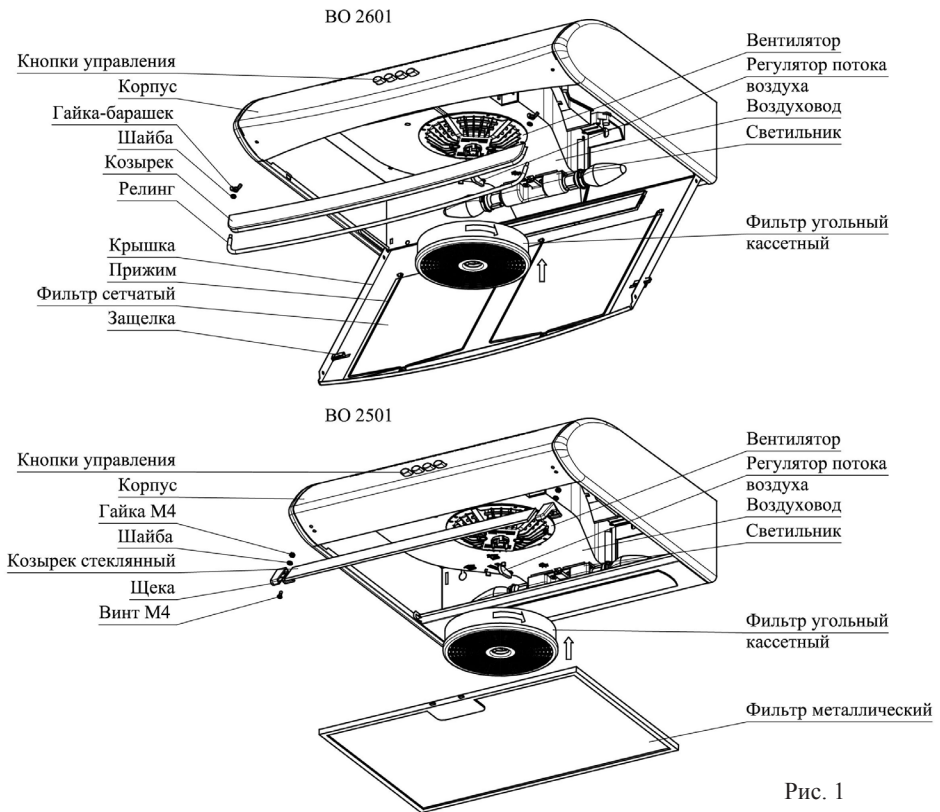
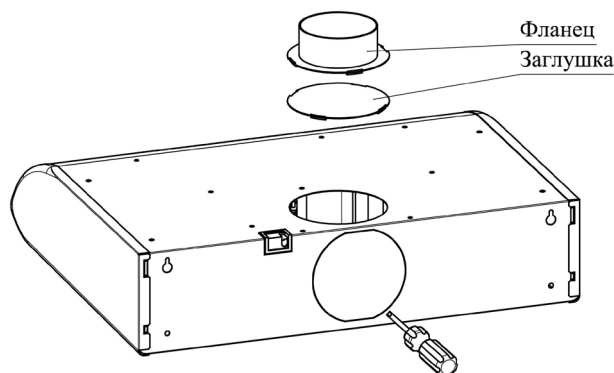

Рис. 1
Рис. 2
Внутри корпуса воздухоочистителя (рис. 1) располагаются вентилятор, светильник воздуховод с регулятором потока воздуха. На вентилятор установлен фильтр угольный кассетный. На передней части корпуса расположены кнопки управления работой воздухоочистителем.
В верхней и задней стенках корпуса воздухоочистителя имеются отверстия (рис.2), предназначенные для отвода воздуха наружу при помощи трубы, которая присоединяется к воздухоочистителю через фланец. Отверстие на задней стенке по контуру обозначено вырубленным элементом, который перед установкой фланца необходимо удалить при помощи отвертки или другого инструмента.
- 6.8 **ДЛЯ РАБОТЫ В РЕЦИРКУЛЯЦИОННОМ РЕЖИМЕ** совместите флажок регулятора потока воздуха (см. рис. 1) с рисунком "⬆" на воздуховоде воздухоочистителя. При данном режиме работы отверстие на верхней поверхности воздухоочистителя должно быть закрыто заглушкой (рис. 2).
Для установки фильтра угольного кассетного, оденьте его на фиксирующие элементы в центре вентилятора и поверните по часовой стрелке до упора (рис. 1). Демонтаж производится в обратном порядке.
ДЛЯ РАБОТЫ В ВЫТЯЖНОМ РЕЖИМЕ совместите флажок регулятора потока воздуха с рисунком "↗" на воздуховоде воздухоочистителя. При данном режиме работы в одно из выходных отверстий корпуса установить фланец. Если фланец установлен в отверстие на задней поверхности воздухоочистителя, то отверстие на верхней поверхности нужно закрыть заглушкой (рис. 2). Затем соедините фланец воздухоочистителя с вентиляционным каналом трубой диаметром 100 мм (в комплект поставки не входит